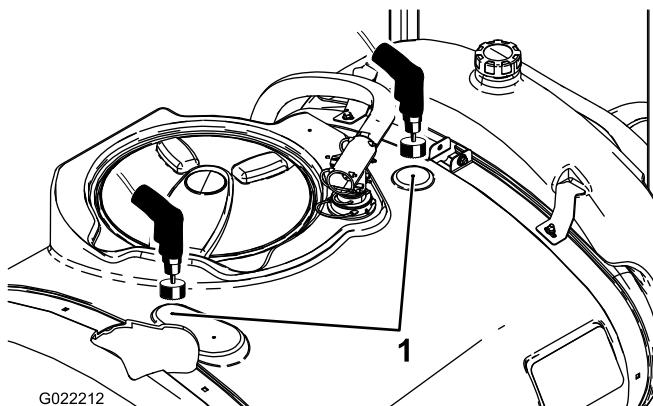

図 6
- メインタンクについているドリルマーク(2つ)を探し出す(図6)。